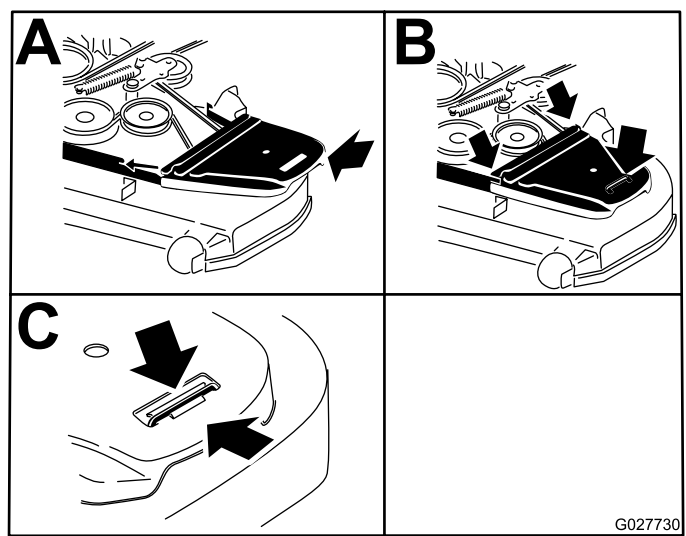

Figure 62
- Reposez les couvercles de courroie (Figure 62).